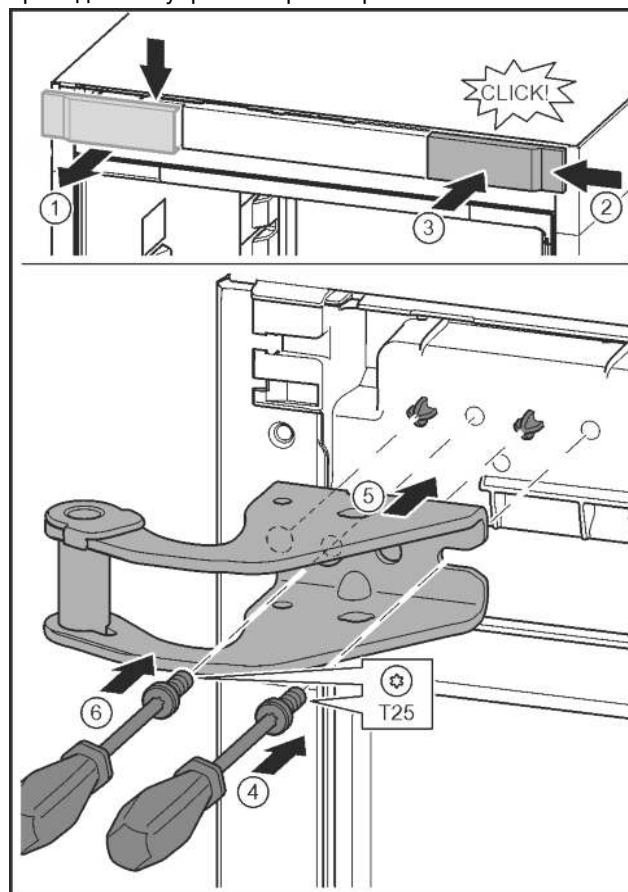

Fig. 13
- Отпустить крышку и снять сбоку. Fig. 13 (1)
- Навесить крышку, повернув ее на 180°, справа с другой стороны. Fig. 13 (2)
- Крышку зафиксировать. Fig. 13 (3)
- Установить винт отверткой T25. Fig. 13 (4)
- Установить верхний опорный кронштейн. Fig. 13 (5)
- Затянуть винт. Fig. 13 (4)
- Вставить и затянуть винт отверткой T25. Fig. 13 (6)